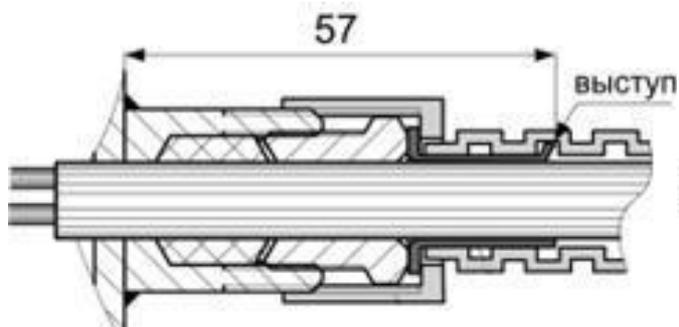

Рис. 2 Кабельный ввод КМ под кабель и металлорукав.
7.6 Собрать кабельный ввод КМ (согласно рис. 2, Приложение №1) или БК (согласно рис. № 3, Приложение №1), обеспечив необходимую для герметизации затяжку обжимной гайки. Зафиксировать металлорукав (для кабельного ввода КМ) или бронекабель по броне (для кабельного ввода БК).